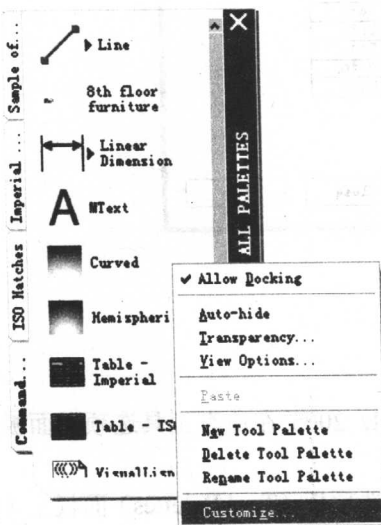
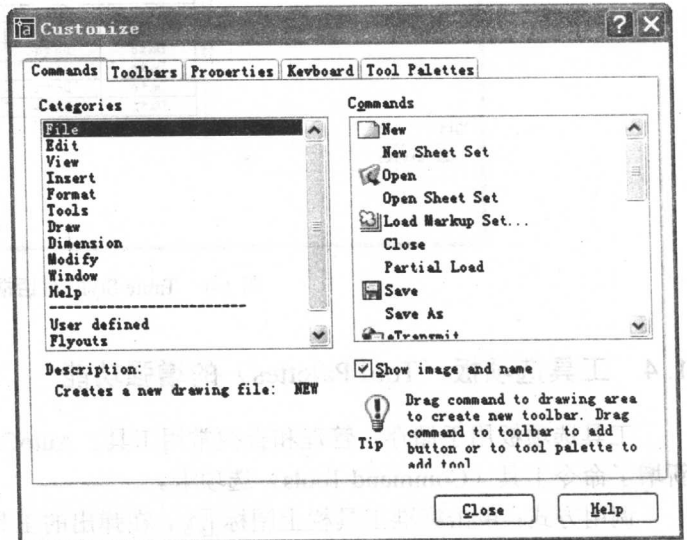

图 1-7 工具选项板快捷菜单
图 1-8 Customize 对话框
2) 将光标放在命令工具 (Command Tools) 选项卡上, 单击鼠标右键, 出现工具选项板快捷菜单如图 1-7 所示。单击自定义 (Customize) 选项, 弹出自定义 (Customize) 对话框如图 1-8 所示。在命令 (Command) 列表框中拖动任意工具图标到命令工具选项卡上, 创建新的工具。